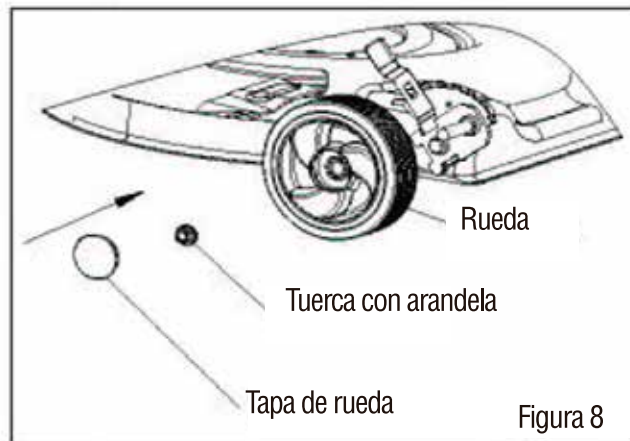

Figura 8
2. Retire la tuerca con arandela (Figura 8).
Para ajustar la altura de corte, cambie de posición el brazo de ajuste de cada rueda (Figura 8). Asegúrese de que cada brazo de ajuste esté en la misma posición, de manera que la máquina corte de forma nivelada.